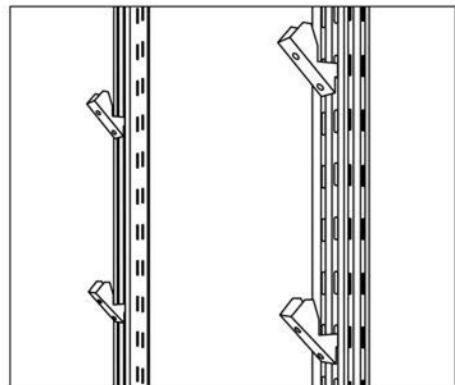

Рис. 8. Установка
2. Определитесь с уровнем расположения полок, установите на всех спаренных стойках кронштейны для полок на одном уровне (рис. 8).